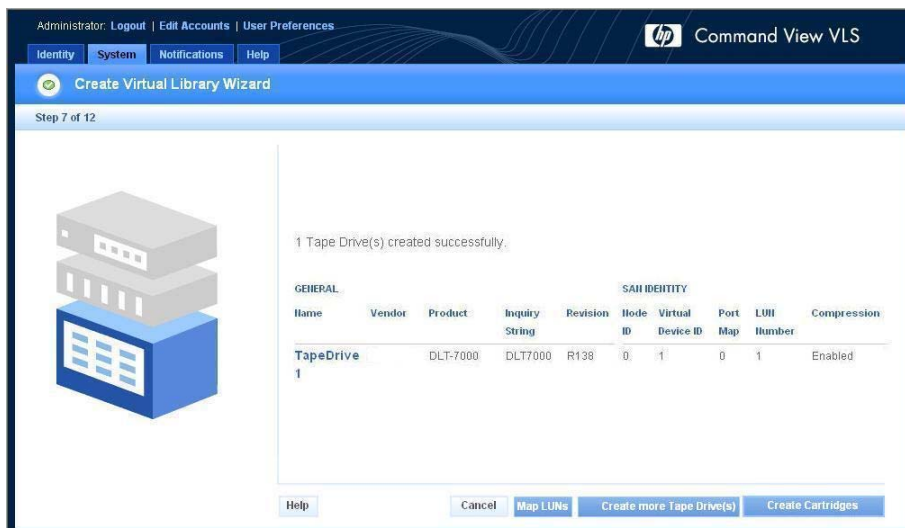

Figure 51 Fenêtre Create Virtual Library Wizard (Assistant de création de bibliothèque virtuelle) (7 sur 12)
Une fenêtre récapitulative s'ouvre et affiche les détails de la ou des unité(s) de sauvegarde créées (Figure 51).
1. Si vous êtes déjà dans la fenêtre Create Library Wizard (Assistant de création de bibliothèque) (Figure 51), cliquez sur **Create Cartridges** (Créer cartouches).